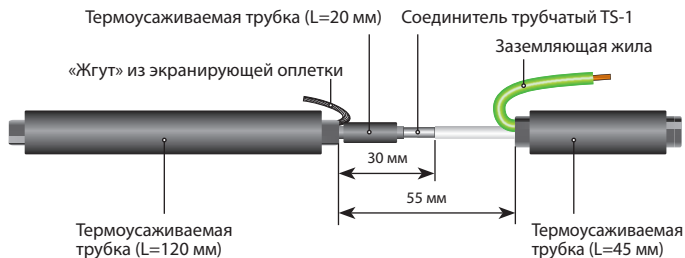

Рисунок 3.
5.2. Заземляющую жилу с изоляцией зеленого цвета установочного провода и «жгут» из экранирующей оплетки нагревательного кабеля отогнуть назад, вплотную к оболочке кабелей – см. рисунок 3.
Рисунок 3а.
Рисунок 3б.
Рисунок 3в.